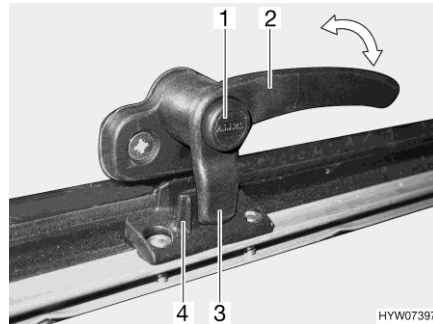
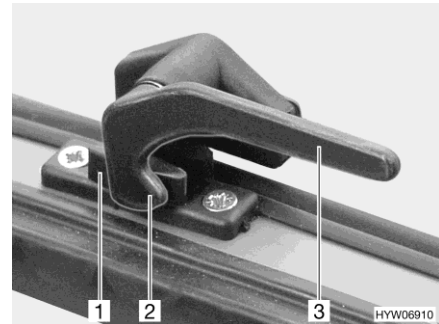

Bild 78 Låsarm med låsknapp i läget "stängd"
Bild 79 Låsarm i läget "stängd"
- Tryck på låsknappen (Bild 78,1) om sådan finns och håll den nedtryckt.
- Sväng låsarmen (Bild 78,2 eller Bild 79,3) ett kvarts varv mot fönstrets mitt.
- Sväng låsarman (Bild 78,2 eller Bild 79,3) ett kvarts varv mot fönsterkarmen. Låsspaken (Bild 78,3 eller Bild 79,2) på låsarman sitter helt på fönsterlåsets insida (Bild 78,4 eller Bild 79,1).
- I läget "helt stängt" (Bild 78 och Bild 79)